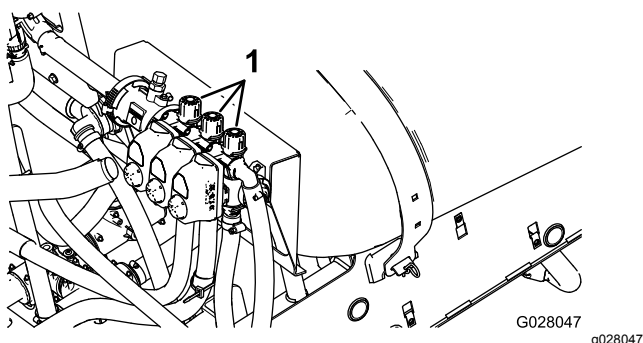

Figura 86
2. Desactive el interruptor de sección izquierda y ajuste la válvula de desvío de sección izquierda (Figura 86) hasta que la presión marcada coincida con el nivel previamente ajustado (normalmente 2,75 bar).
4. Ajuste la válvula de desvío de sección derecha (Figura 86) hasta que la presión marcada coincida con el nivel previamente ajustado (normalmente 2,75 bar).
6. Ajuste la válvula de desvío de sección central (Figura 86) hasta que la presión marcada coincida con el nivel previamente ajustado (normalmente 2,75 bar).